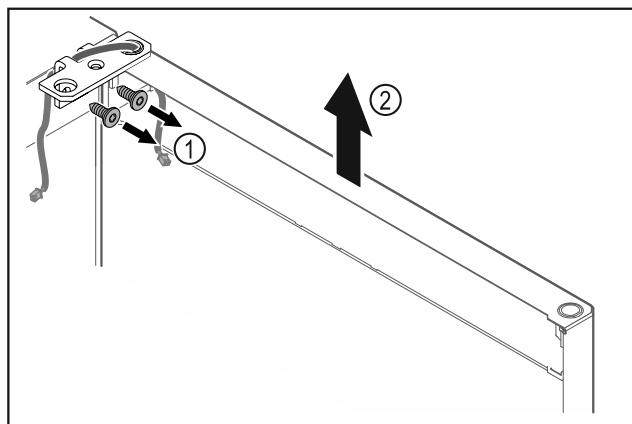

Fig. 15
- Odvignite kutne šarke Fig. 15 (1).
- Dignite vrata s kutnim šarkama Fig. 15 (2) cca 200 mm ravno prema gore i skinite ih.